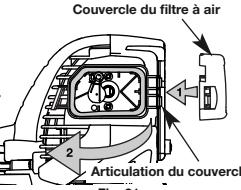

Fig. 31
7. Réinstallez le couvercle du filtre à air. Placez les crochets à droite du filtre à air dans les fentes à droite de la plaque arrière (Fig. 31, no. 1).
8. Pivotiez le couvercle vers la gauche jusqu'à ce que la languette du couvercle du filtre s'enfonce d'un déclic dans la plaque arrière (Fig. 31, no. 2).